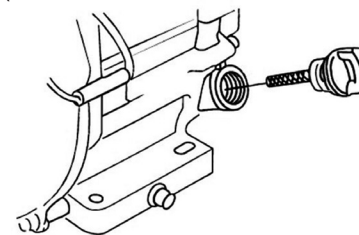

Рис. 6 Крышка-щуп маслозаливной горловины
2. Выкрутите крышку-щуп маслозаливной горловины и извлеките щуп (Рис. 6).